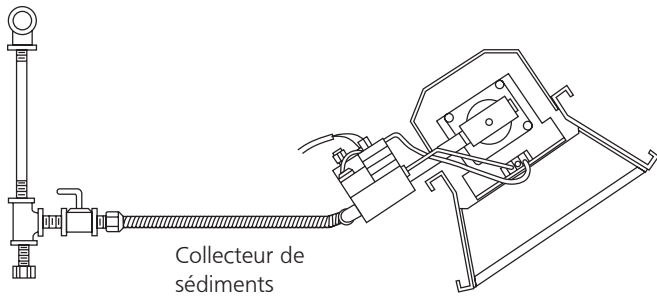

Figure 3. Installation normale de la tuyauterie
- Un collecteur de sédiments qui satisfait aux exigences normales de la figure 3 doit être installé sur la conduite de la valve de gaz.